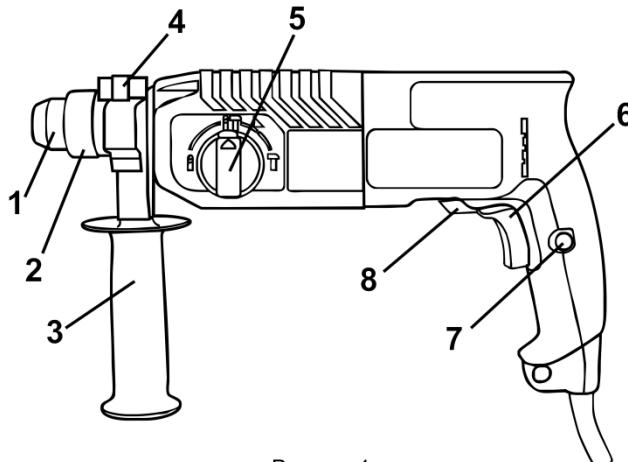

Рисунок 1
4.1 Виберіть необхідний режим роботи виробу за допомогою перемикача (5) (див. рисунок 1, таблицю 1). При необхідності зміни кута нахилу насадки при виконанні довбальних робіт зробіть необхідні операції, які описані в пункті 3.5. При необхідності встановлення свердлильного патрона – встановіть його в патрон SDS-plus через адаптер.
4.2 Для ввімкнення виробу натисніть на курок вимикача (6) (рисунок 1). Для вимкнення виробу слід курок відпустити.